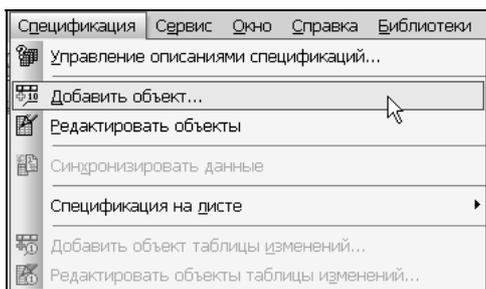

Рис. 9.78. Вызов команды **Добавить объект**
2. В строке меню раскройте пункт **Спецификация** и выберите команду **Добавить объект** (рис. 9.78).